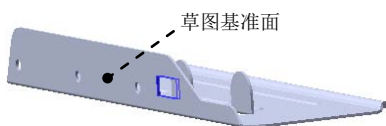
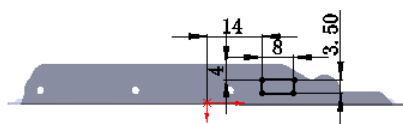

图 13.2.60 切除—拉伸 3
图 13.2.61 横断面草图
(3) 定义切除深度属性。在“切除—拉伸”对话框 **方向1** 区域的  下拉列表中选择 **完全贯穿** 选项，选中 ☒ **正交切除(N)** 复选框，其他采用系统默认设置值。
(4) 单击  按钮，完成切除—拉伸 2 的创建。
Step15. 创建图 13.2.60 所示的切除—拉伸 3。
(1) 选择命令。选择下拉菜单 **插入(I)** → **切除(C)** → **拉伸(E)...** 命令。
(2) 定义特征的横断面草图。选取图 13.2.60 所示的表面作为草图基准面，绘制图 13.2.61 所示的横断面草图。
(3) 定义切除深度属性。在“切除—拉伸”对话框 **方向 1** 区域选中 ☒ **与厚度相等(L)** 复选框与 ☒ **正交切除(N)** 复选框。其他采用系统默认设置值。
(4) 单击  按钮，完成切除—拉伸 3 的创建。